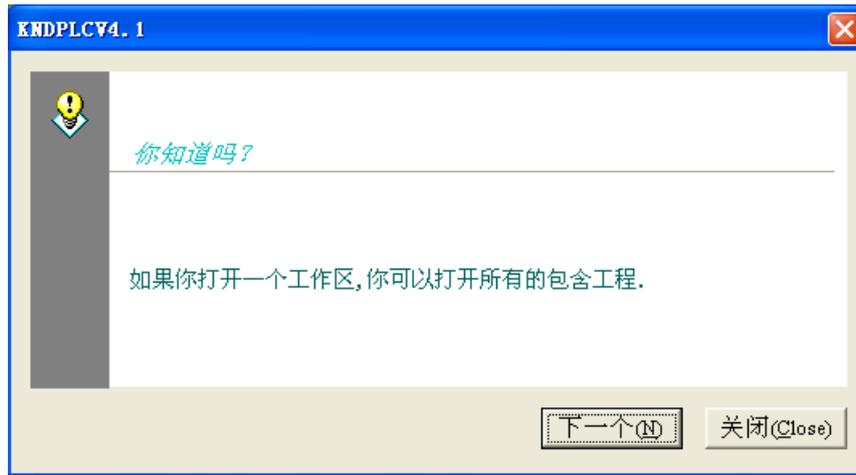

图 6.4 “实用小技巧”对话框
- 1、本软件为用户提供操作技巧信息提示功能，如图 6.4 所示。